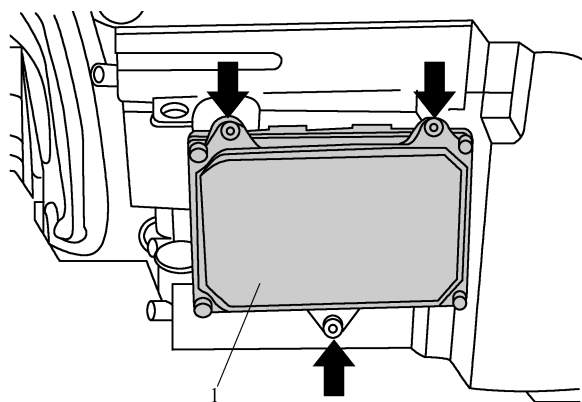

图 11-1-16 拆卸前照灯电源模块
(1) 在已关闭点火开关的情况下断开蓄电池的接地线，拆下前照灯。
(2) 如图 11-1-16 箭头所示，旋出螺栓。将电源模块 1 从前照灯外壳中拔出。